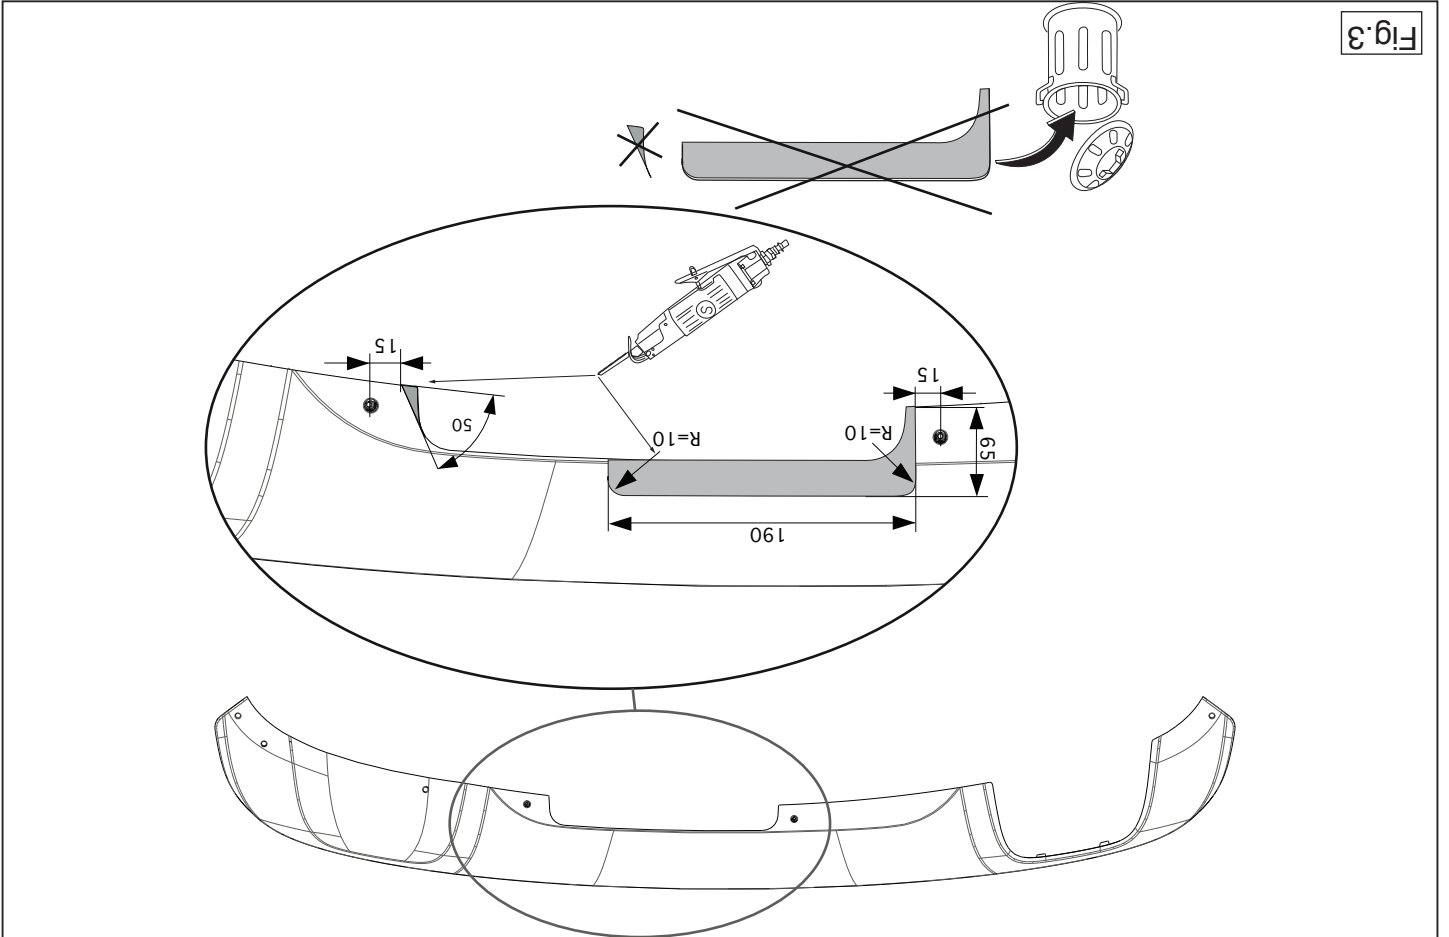

Fig.3
9. Saw out the portions as indicated in fig. 3.
9. Gemäß Abb. 3 die angegebenen Teile heraussägen.
9. Scier les parties indiquées conformément à la figure 3.